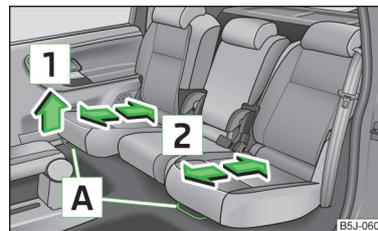

Fig. 56
- ▶ Tirar de la palanca **A** en la dirección de la flecha **1** y deslizar el asiento en la dirección deseada en la dirección de la flecha **2** » fig. 56.